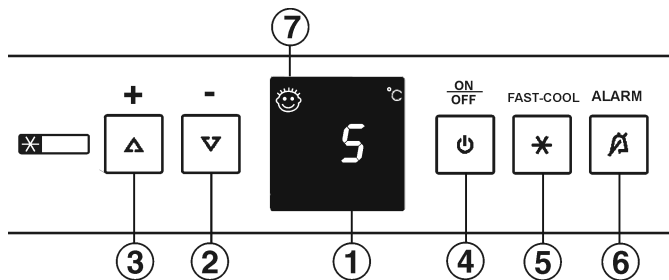

Fig. 2
- ▶ Taste On/Off *Fig. 2 (4)* drücken.
- ▶ Einstellmodus aktivieren: Taste Fast-Cool *Fig. 2 (5)* ca. 5 s drücken.
- ▶ Mit Einstelltaste “+” *Fig. 2 (3)* und Einstelltaste “-” *Fig. 2 (2)* h wählen.
- ▶ Bestätigen: Taste Fast-Cool *Fig. 2 (5)* kurz drücken.
- ▶ Anzeige heller einstellen: Einstelltaste “+” *Fig. 2 (3)* drücken.
- ▶ Anzeige dunkler einstellen: Einstelltaste “-” *Fig. 2 (2)* drücken.
- ▶ Bestätigen: Taste Fast-Cool *Fig. 2 (5)* drücken.
- ▶ Einstellmodus deaktivieren: Taste On/Off *Fig. 2 (4)* drücken.